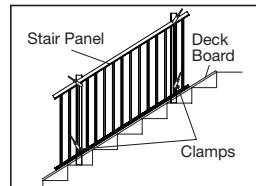
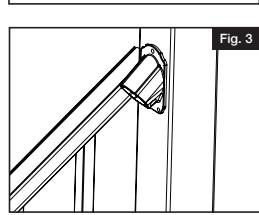

Fig. 2
Fig. 3
2 Place a deck board on the stair noses spanning from post to post. Place the stair panel on the board across the opening and plumb balusters while ensuring equal spacing on each end. Clamp the panel in place at this location (Fig. 2).
3 Hold top angle bracket on post adjacent to rail, and mark rail at the end of the bracket. Repeat for other three stair rail brackets (Fig. 3).
- Aplomar y nivelar los postes mediante arandelas de acero a manera de cuña (se venden por separado) (Fig. 2). Fijar los postes en su lugar con los sujetadores adecuados (se venden por separado) e instalar la moldura base en cada poste (Fig. 3).
- Instalar la moldura de base alrededor del poste (Fig. 3).
- Apretar los tornillos fijos en su lugar e instalar la moldura de base alrededor de cada poste (Fig. 3).
Colocar un tablón sobre la saliente del peldaño que se extiende desde un poste hasta el otro. Colocar el panel de barandal sobre el tablón a todo lo largo de la abertura, aplomar los barrotes y comprobar que la distancia sea la misma en cada extremo. Fijar el panel en su lugar con una pinza (Fig. 2).
Sostener el soporte de ángulo superior en el poste junto al barandal, y marcar el barandal en el extremo del soporte. Repetir el procedimiento en los otros tres soportes de barandal de la escalera (Fig. 3).